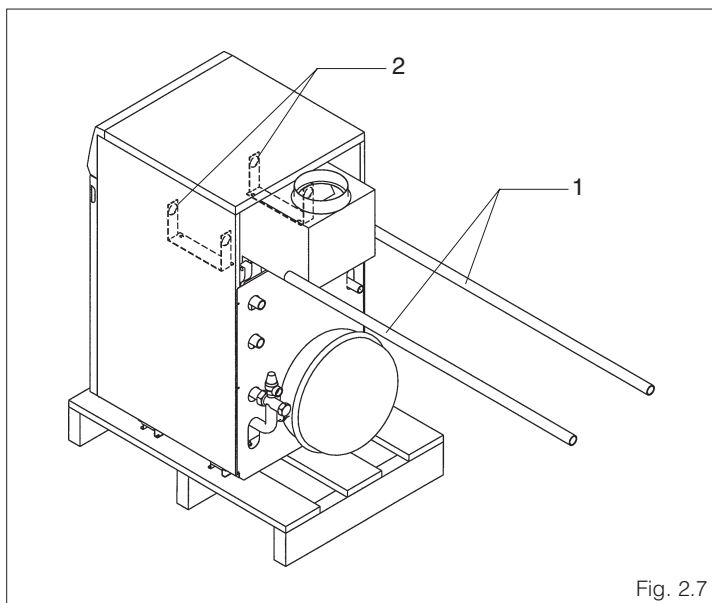

Fig. 2.7
- Introducir dos tubos de 3/4" (1) en las armellas correspondientes de levantamiento (2) (fig. 2.7) para levantar la caldera.